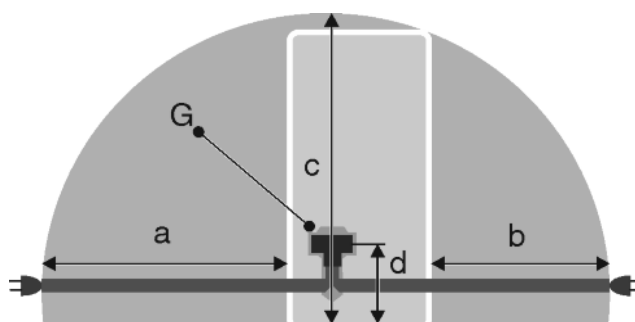

Fig. 52
- Priza se află în afara zonei părții posterioare a aparatului în zona dată Fig. 52 (a, b, c).
- ▶ Cuplați fișa aparatului Fig. 52 (G) pe partea posterioară a aparatului. Acordați atenție fixării corecte în poziție.